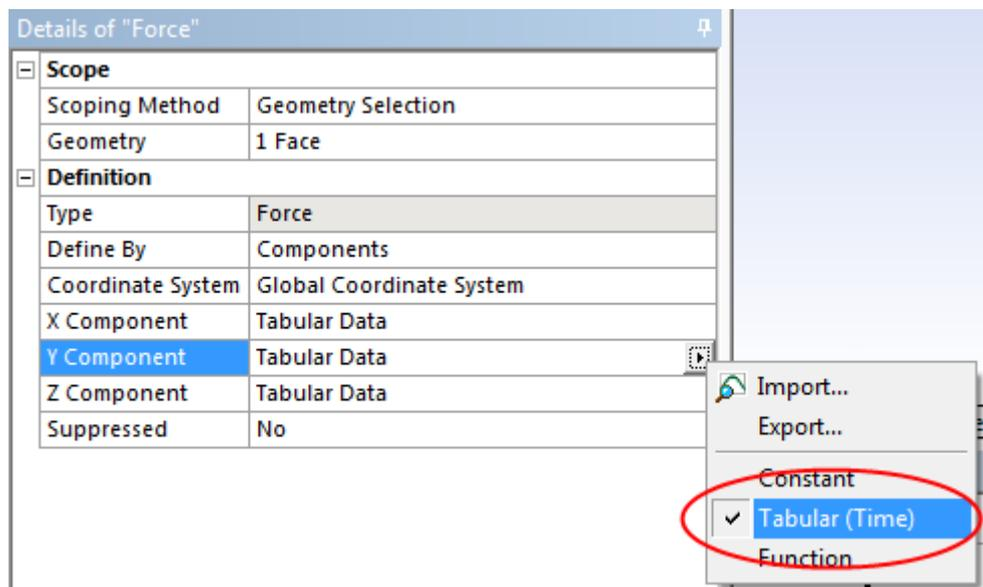
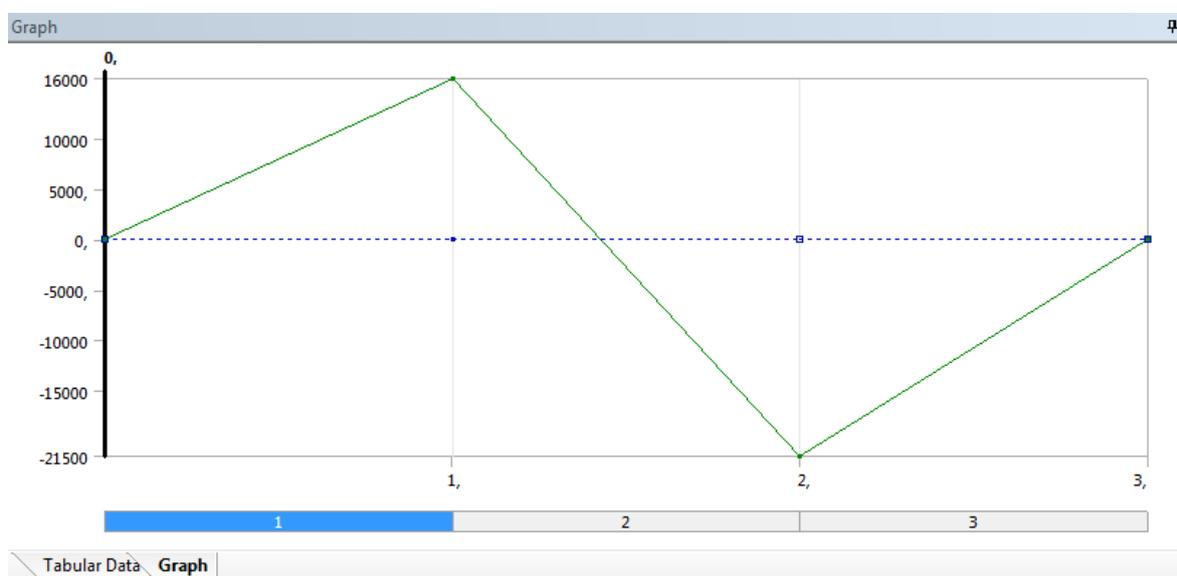

Abbildung 3: Wähle "Tabular Data" für die Definition der Kraftkomponente(n), um eine Load History festlegen zu können.
Abbildung 4: Load History bestehend aus drei Lastschritten
4. Definiere die wechselnde Kraft am Ende des Balkens mit Hilfe einer Load History (vgl. Abbildung 3 und Abbildung 4). Wichtig: Die Anzahl der Lastschritte lässt sich unter **Analysis Settings** → **Number of Steps** festlegen.